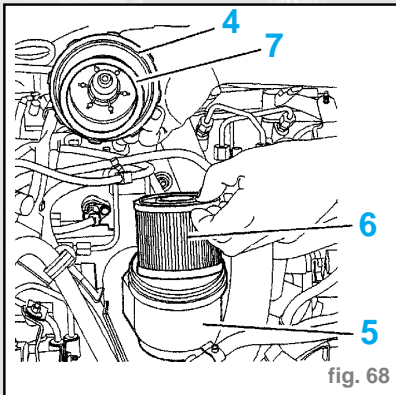

fig. 68
- Déposer (fig. 68) :
- le couvercle (4)
- la rondelle ondulée (7)
- l'élément filtrant (6)